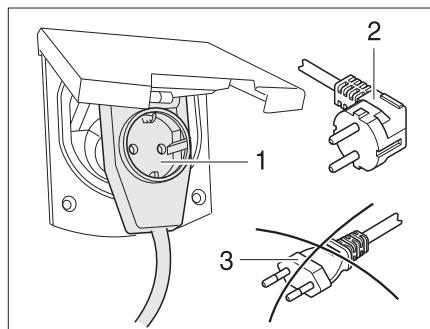

Fig. 91 Conexión a un conector con salida lateral del cable con caja de enchufe
- ▶ Al utilizar un acoplamiento acodado CEE 17, con caja de enchufe incorporada en el lado trasero (Fig. 91,1), emplear únicamente un conector IP 44 de goma impermeable, con contacto protector (Fig. 91,2). No utilizar conector sin contacto protector (Fig. 91,3). ¡Peligro de electrocución!